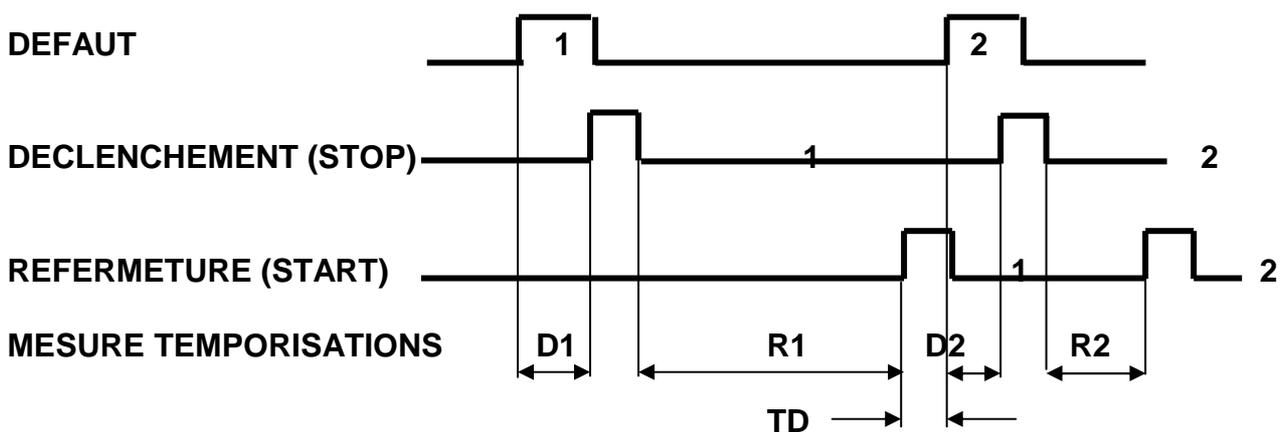

Figure 4: Mesure temporisation de déclenchement et fermeture
- Vérification du disjoncteur. Via menu il est possible de tester un disjoncteur. De cette manière opérative le T3000 applique automatiquement le courant après le temps TD en fonction de la commande de REFERMETURE appliquée à l'entrée START. Le test de relais mesure et emmagasine la temporisation de déclenchement et la temporisation entre la chute du déclenchement et l'arrivée de la commande REFERMETURE (figure 4). Durée du retard TD: de 0 à 999,99 s. Le nombre maximum de commandes de fermeture: 49. Durée maxima pour tous les tests: 9999 s.